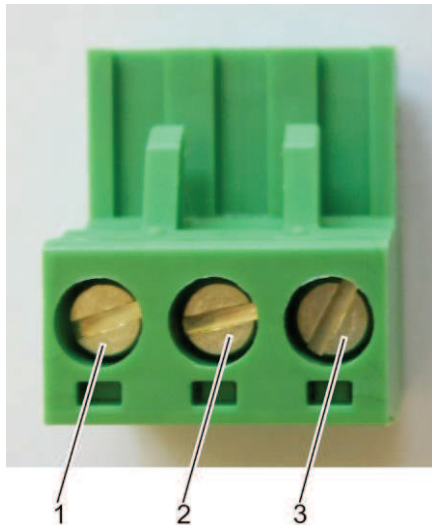

Abb. 21: Anschlussstecker für Stromversorgung
- 2 Schutzleiter (PE)
- 3 Neutraleiter (N)
5. Anschlussstecker (Abb. 21) an die Elektroleitung anschließen.
Die Belegung von Phase- und Neutraleiter muss zwingend wie in Abb. 21 dargestellt eingehalten werden.